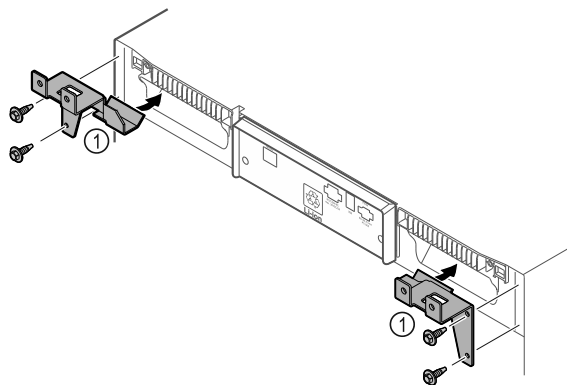

Fig. 12
- ▶ Смонтируйте на устройстве удерживающие элементы Fig. 12 (1), используя самонарезающие винты.